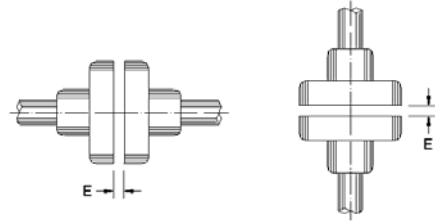

Figura 4.8: Holgura del acoplamiento (E)
Alinear cuidadosamente las puntas de eje y, siempre que sea posible, use acoplamiento flexible, dejando una holgura (E) mínima de 3 mm entre los acoplamientos, conforme es mostrado en la Figura 4.8.